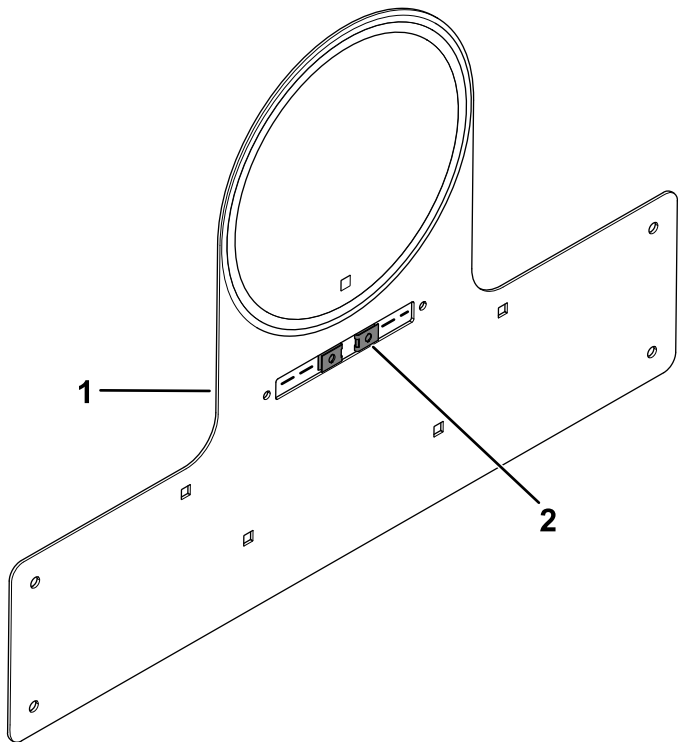

Bild 26
6. Montieren Sie die beiden Blechmuttern an der Halterung für die Geschwindigkeitsplatte (Bild 26).